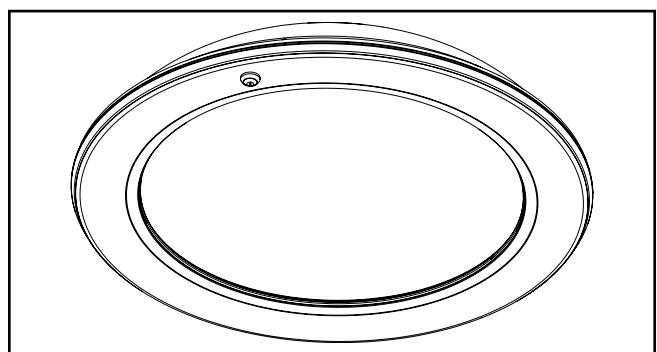

Figure 3. Image montrant l'interrupteur d'essai et l'indicateur de charge
- L'interrupteur d'essai de la pile et l'indicateur de charge sont situés sur le luminaire, comme illustré. (Figure 3)